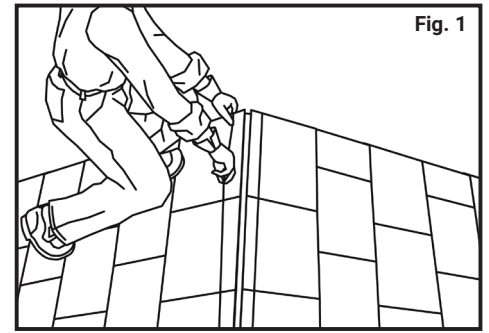

Fig. 1
1. À l'aide d'une ligne de craie, marquer 1 po des deux côtés de la faîtière comme guide pour couper une fente dans le haut de la faîtière. Voir la fig 1.